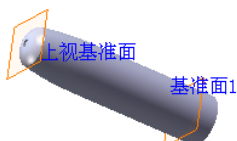

图 3.31.4 基准面 1
Step3. 创建图 3.31.4 所示的基准面 1。选择下拉菜单 **插入(I)** **→** **参考几何体(G)** **→** **基准面(E)...** 命令，选取上视基准面作为基准面的参考实体，单击  按钮，并在其后的文本框中输入数值 46.0，选中 ☒ **反转** 复选框；单击  按钮，完成基准面 1 的创建。